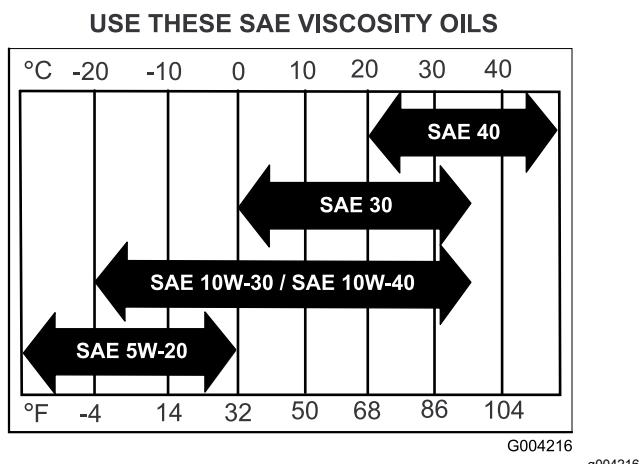

Figure 29
4. Remplissez le carter moteur de l'huile spécifiée; voir Figure 29.